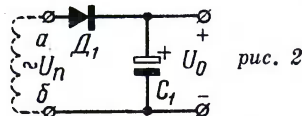

рис. 2
I. Однополупериодный выпрямитель (рис. 2).